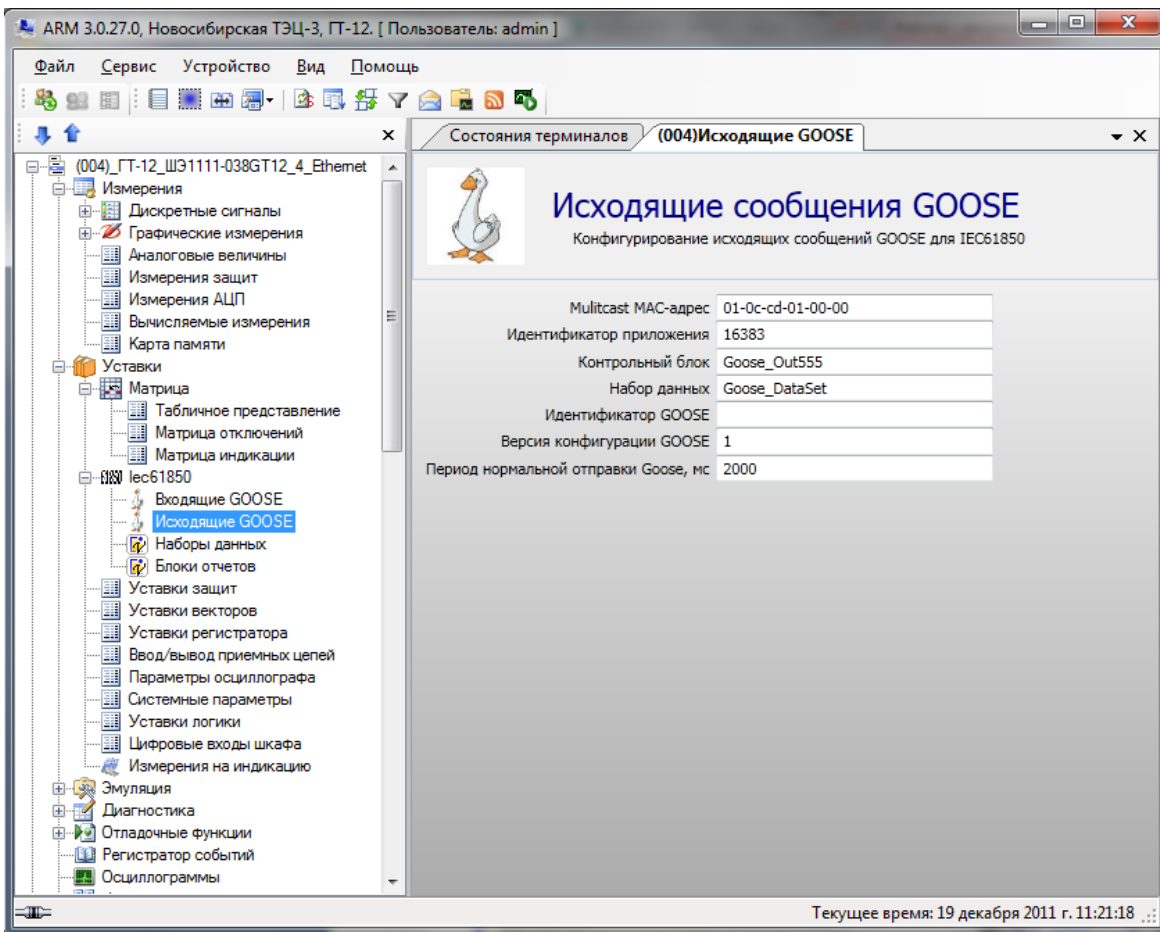

Рисунок 7.9 – Настройка исходящих GOOSE
- 2) в разделе **IEC61850** → **Исходящие GOOSE** задать параметры передаваемых GOOSE сообщений (см. рисунок 7.9).